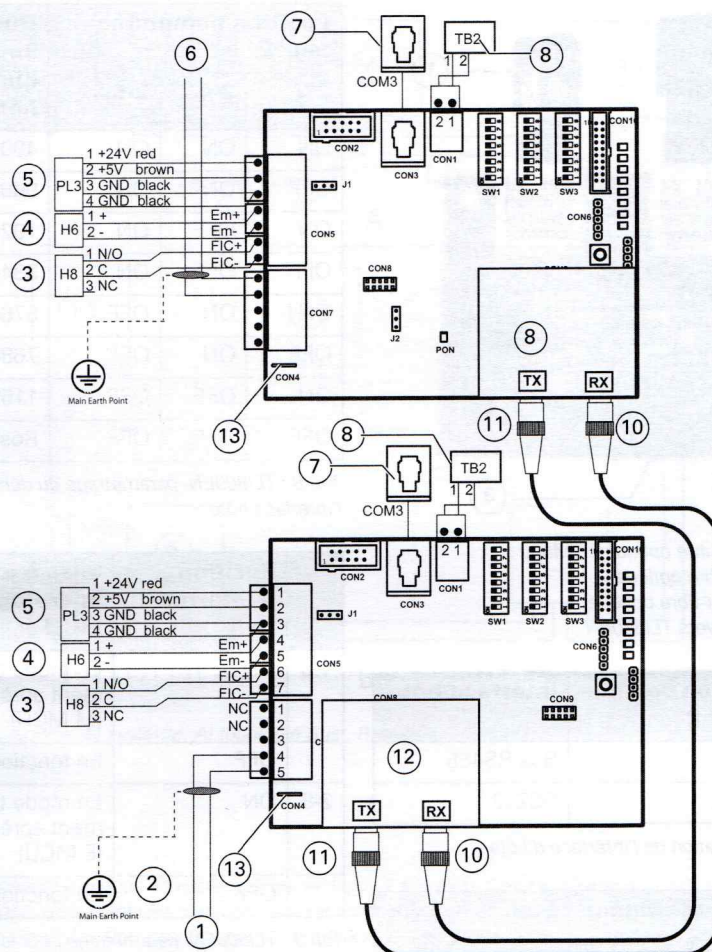

Fig. 6 : Schéma de câblage, ligne de réseau RS485 combinée avec une ligne en fibre optique
- 11 Connecter le câble de réseau en fibre optique comme indiqué à la fig. 6 à la page 13.